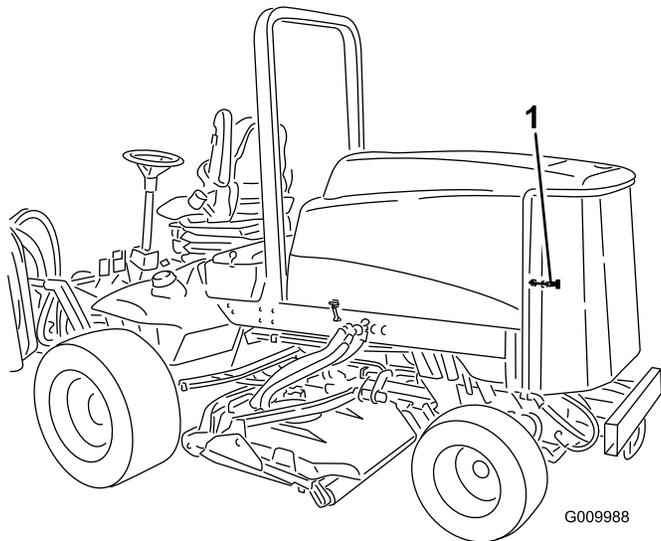

Figure 78
1. Déverrouillez et ouvrez la grille arrière (Figure 78).